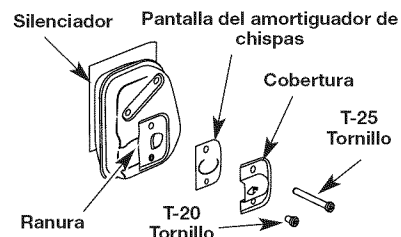

Fig. 33
2. Con un destornillador de vástago plano o broca Torx T20, saque el tornillo que conecta la cubierta del amortiguador de chispas al silenciador (Fig. 33).